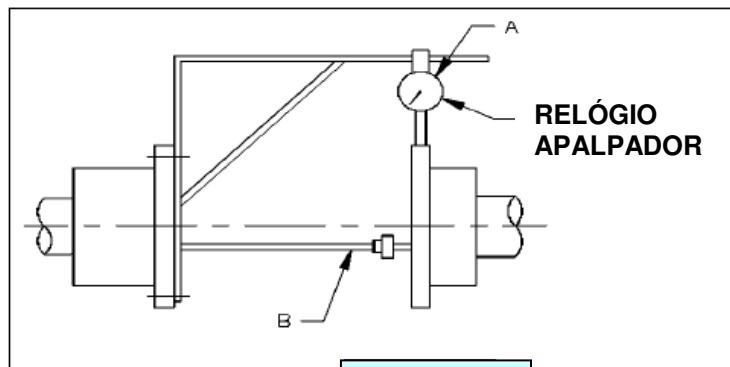

Figura 7
Um acoplamento do tipo espaçador é usado entre a bomba e o acionador. Para alinhá-lo, remova o espaçador entre a bomba e o acionador. Produza um suporte, conforme mostrado na (Figura 7), que possa ser conectado a uma das metades do acoplamento e que seja longo o suficiente para alcançar a outra metade. Conecte este suporte a uma metade do acoplamento e um relógio apalpador ao braço do suporte de maneira que o relógio fique em contato com a barra da metade do acoplamento, conforme mostrado em “A”, (Figura 7). Gire uma metade do acoplamento manualmente, de maneira que o relógio se mova ao redor da outra metade.
Após o alinhamento da barra do acoplamento tenha sido obtido, mude o relógio de maneira que ele se apóie contra a face da mesma metade, e realize qualquer ajuste necessário. Caso os eixos tenham jogo axial, é preferível fazer esta checagem do alinhamento de face dentro de micrômetros, conforme mostrado em “B”, (Figura 7).
**NOTA:** *Acoplamentos do tipo engrenagem são alinhados da mesma maneira à demonstrada na (Figura 7). No entanto, as tampas do acoplamento devem ser movidas para trás, fora do caminho, e as medidas feitas no eixo central do acoplamento.*